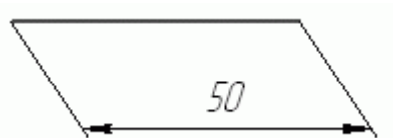

Рис. 2.48. Наклонный размер
Применение различных команд нанесения размеров будет рассмотрено на примере в конце главы. Сейчас я приведу небольшой, но очень ценный практический пример, показывающий создание наклонного линейного размера (рис. 2.48). Такие размеры часто используются в строительных чертежах.
8. Щелкните на кнопке Создать объект, чтобы завершить построение размера. Полученный размер должен напоминать показанный на рис. 2.48.